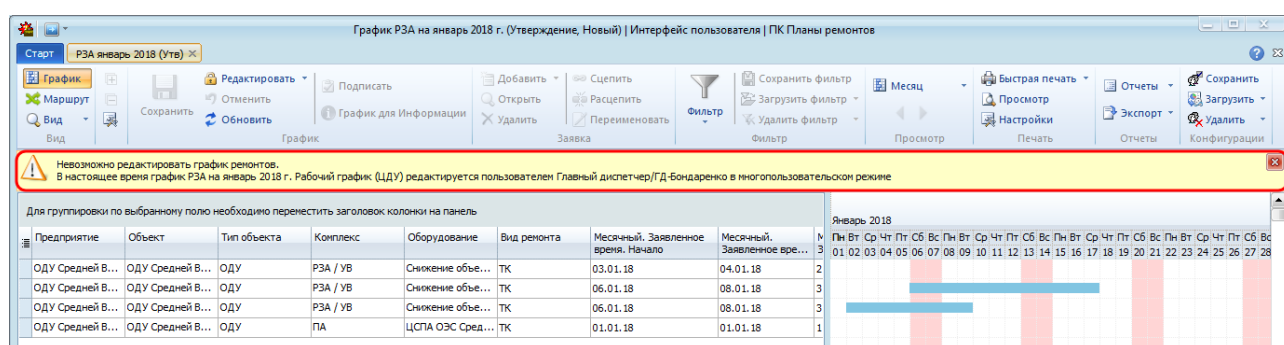

Рисунок 10.57 – Отображение информации о невозможности редактирования графика
- если график редактируется в многопользовательском режиме, то другие пользователи не могут выбрать однопользовательский режим редактирования этого графика (Рисунок 10.57);